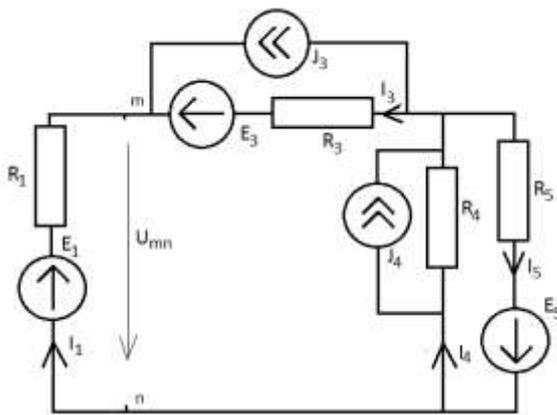

Рис. 156
1.5.3. Рассчитаем эквивалентную ЭДС генератора – рис. 156.